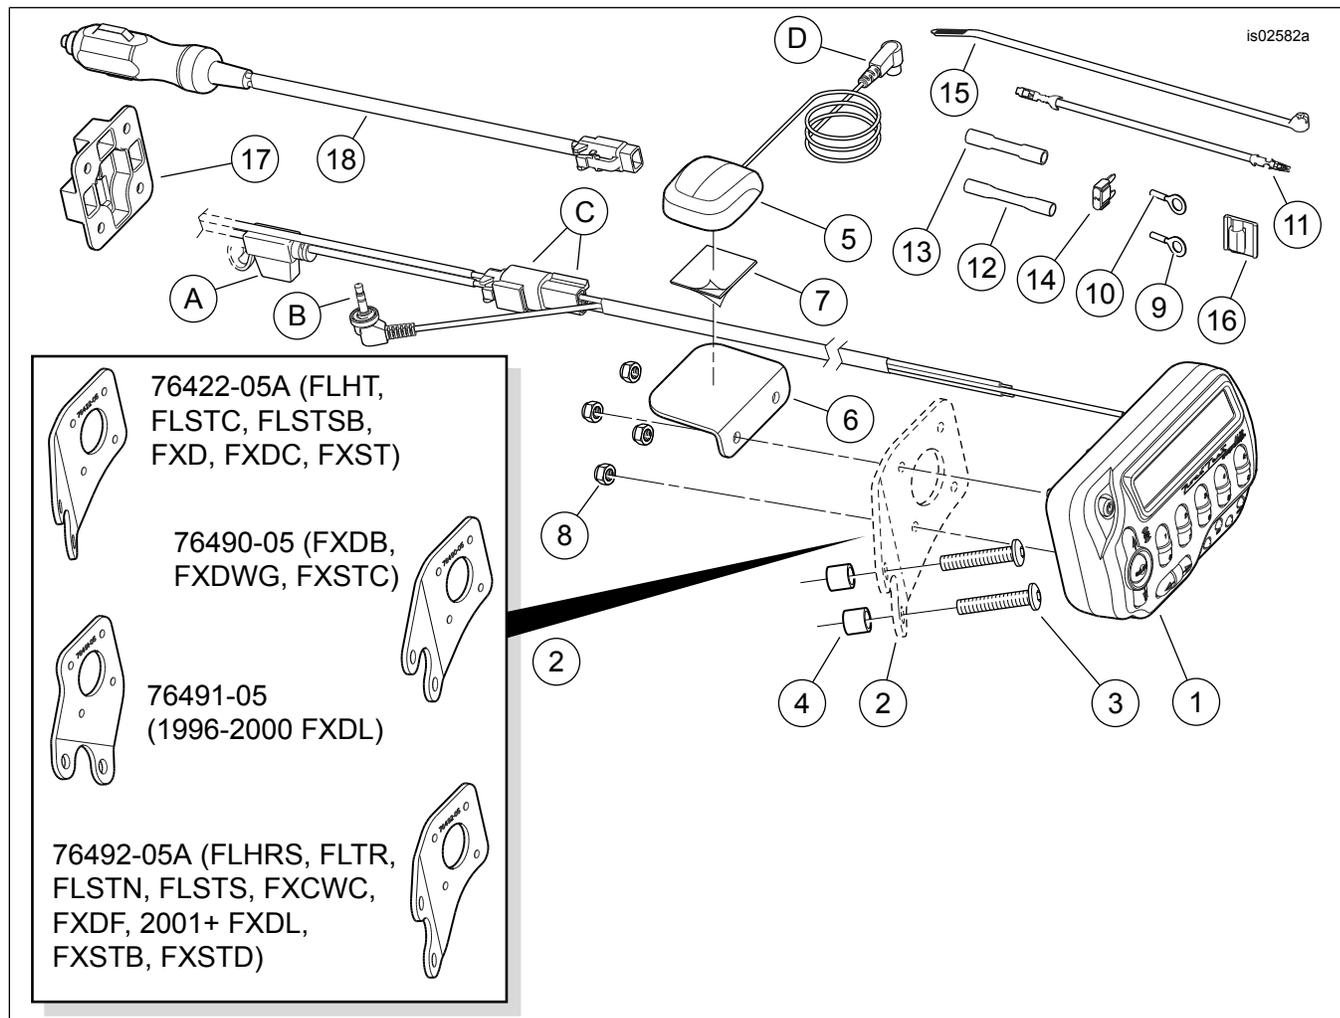

Figure 12. Pièces de rechange, kit de radio satellite Road Tech XM
6. Voir Figure 12. Couper l'excès de longueur du fil orange/blanc du faisceau de récepteur satellite. À l'aide du connecteur bout à bout scellé rouge (12) du kit, épisser ce fil avec le fil adaptateur installé à l'étape 4.
7. Installer le fusible 2 A (14) du kit dans la cavité de fusible « P&A IGN », « 2 A MAX » pour compléter le circuit.
7. Installer le fusible de 2 A (14) du kit dans la cavité de fusible 1A-1B (4) pour compléter le circuit.